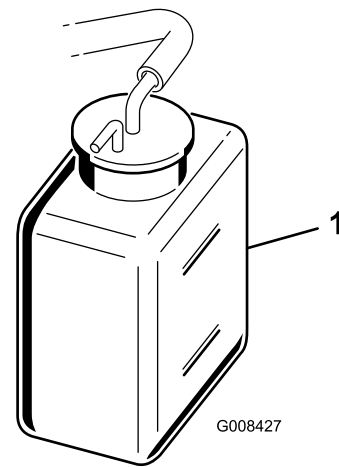

Figure 31
2. Vérifiez le niveau du liquide de refroidissement (Figure 31).